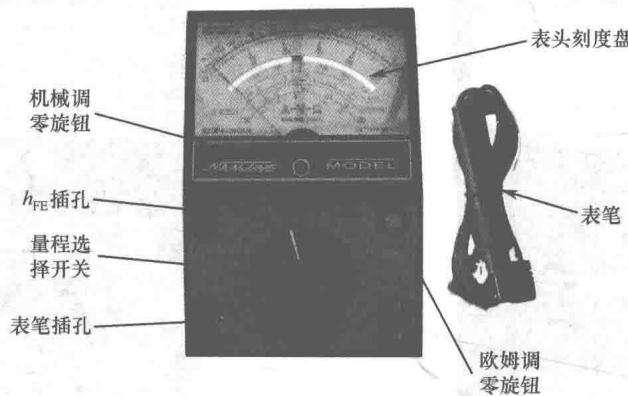

图 1-4 MF47 万用表面板
MF47 万用表面板如图 1-4 所示。指针式万用表面板主要由刻度盘、挡位选择开关、旋钮和一些插孔组成。
(4) 插孔。标有“COM”字样的为黑表笔插孔，标有“+”字样的为红表笔插孔；图1-4中右下角标有“2 500 V”字样的为高电压测量插孔(在测量大于1 000 V而小于2 500 V的电压时，红表笔需插入该插孔)；标有“5A”字样的为大电流测量插孔(在测量大于500 mA而小于5 A的电流时，红表笔需插入该插孔)；图1-4中左上角标有“P”字样的为PNP型三极管插孔；标有“N”字样的为NPN型三极管的插孔。